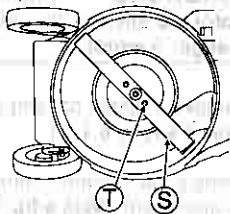

Fig. 35.
3 Verifique se os parafusos de fixação (T) da lâmina estão apertados com o torque especificado. (Veja a fig. 35.)
4 Verifique se os parafusos de fixação (T) da lâmina estão apertados com o torque especificado. (Veja a fig. 35.)